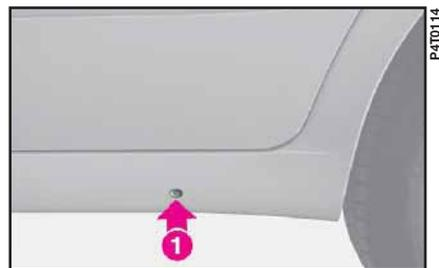

fig. 7
- position **1** (fig. 7) pour remplacer une roue avant;